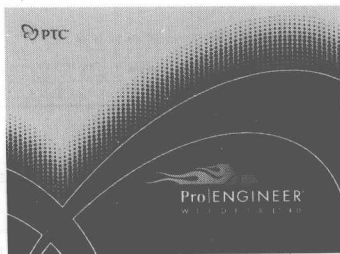
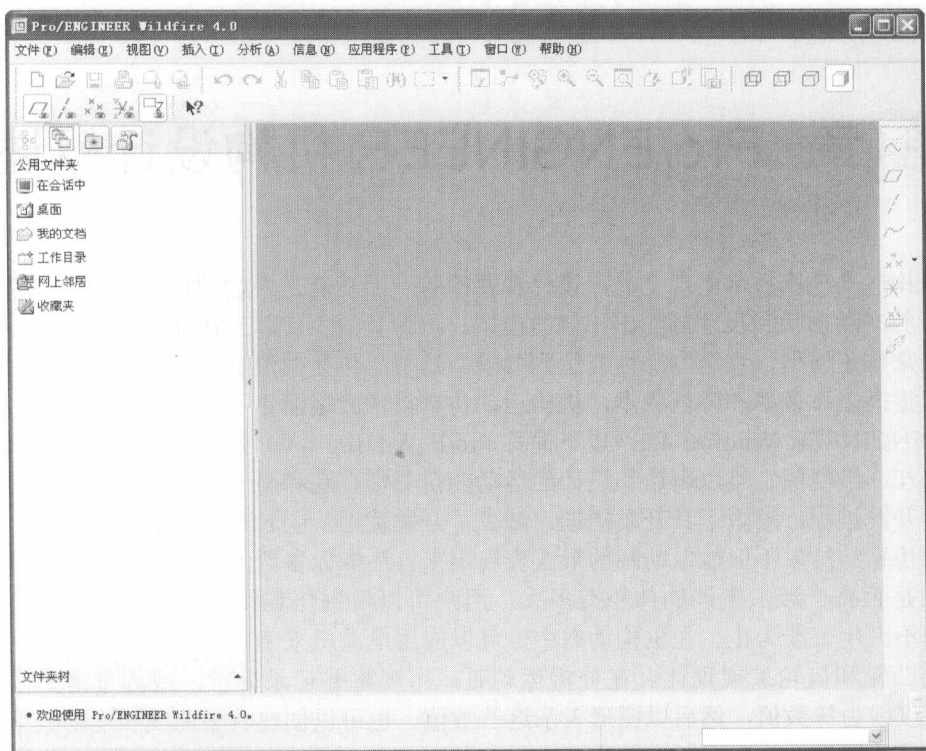

图1-1
图1-2
1. 在 **开始** 菜单中选择【所有程序】/【打开】/【PTC】/【Pro ENGINEER】/【Pro ENGINEER】命令,Pro/E Wildfire 4.0 中文版系统启动,启动画面如图 1-1 所示。进入系统后的工作界面如图 1-2 所示。